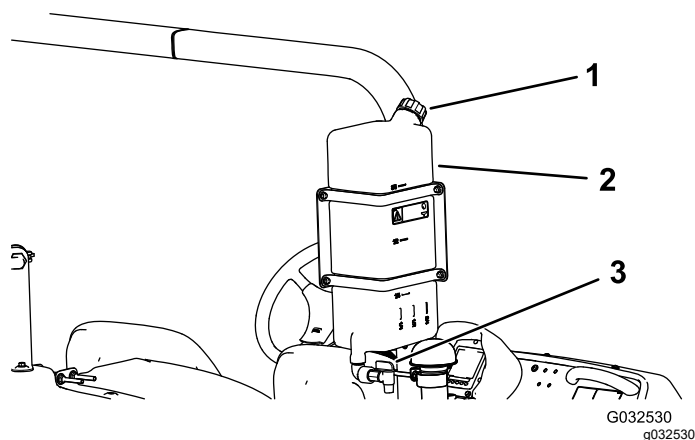

Figura 26
- Per riempire il serbatoio, svitate il tappo sulla parte superiore del serbatoio, riempite il serbatoio con acqua dolce e montate il tappo (Figura 26).
- Per aprire il rubinetto del serbatoio d'acqua dolce girate la leva del rubinetto (Figura 26).